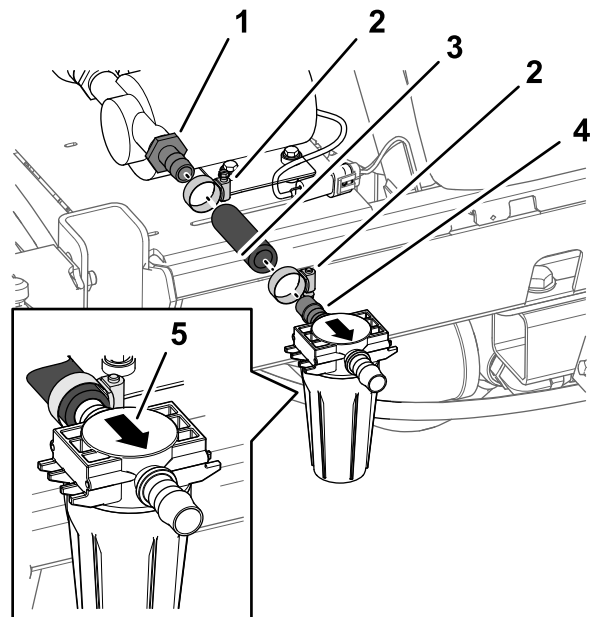
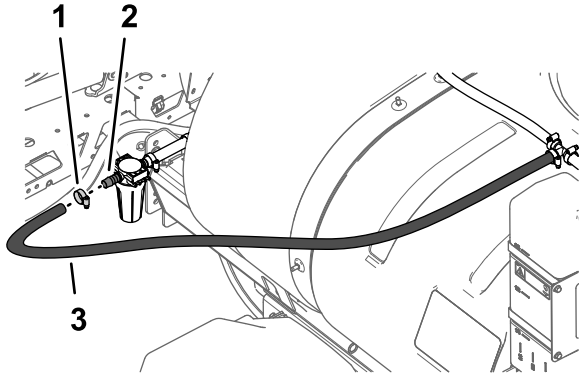

Figure 29
Figure 30
2. Branchez le flexible (17,8 cm) que vous avez coupé à la section Découpe du flexible (page 5) au raccord droit cannelé extérieur de la pompe du réservoir de rinçage avec un collier serré à la main (Figure 29).
3. Avec un collier légèrement serré, branchez le raccord droit cannelé de l'entrée de la tête du filtre (ensemble filtre) au flexible de 17,8 cm (Figure 29).
- Avec un collier, branchez l'extrémité libre du flexible (1,9 x 180 cm) au raccord droit cannelé à la sortie de la tête du filtre (Figure 30).
- Ajustez la position de la tête du filtre pour que la cuvette du filtre soit verticale, et serrez les 2 colliers à la main (Figure 29 et Figure 30).